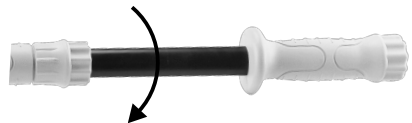

Fig. 7 – Instalación del tubo extensor
1. Gire la tuerca del adaptador del tubo extensor en el sentido contrario de los punteros del reloj (Fig. 7);